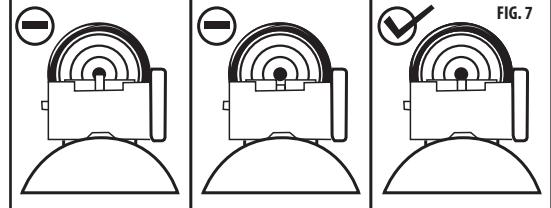

FIG. 7
- Højdejustering foretages ved hjælp af den bageste sigte-løftende skive, der sidder bagest på sigtebasen. Drej knappen mod uret for at få haglene til ramme højre på målet, og drej med uret for at få haglene til at ramme til venstre på målet. (Fig. 7)
- Afdeling indstilles ved at dreje afdriftsskive, der sidder på sigets højre side. Drej knappen mod uret for at få haglene til at ramme til højre på målet, og drej med uret for at få haglene til at ramme til højre på målet. (Fig. 7)